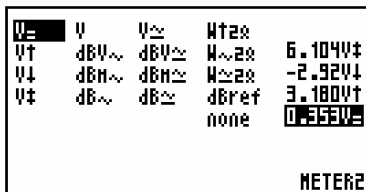

Fig 28
4. Druk op de **UP** of **DOWN**-toetsen om te bepalen welke parameter *METER 2* zal meten. (Fig 28).
4. Pressez **UP** ou **DOWN** pour déterminer le paramètre que mesurera *METER 2*. (**Fig 28**).
4. Drücken Sie die **UP** oder **DOWN**-Tasten um den Parameter, den *METER 2* messen wird, zu bestimmen. (**Fig 28**).